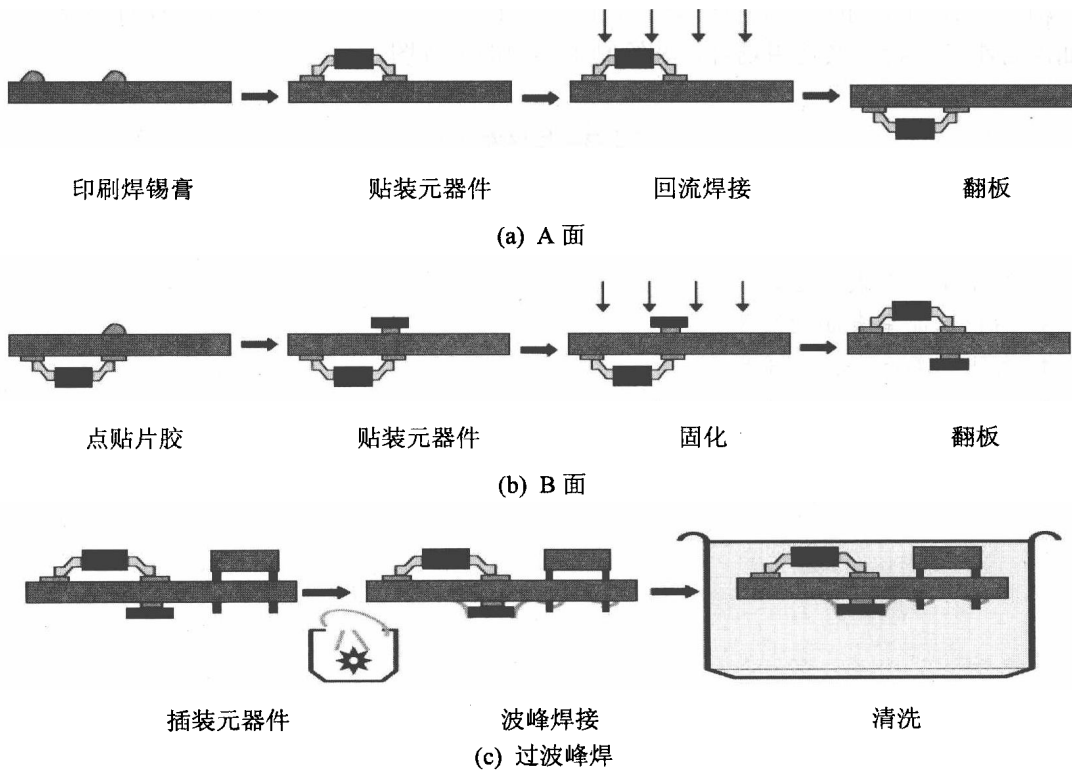

图 1-5 双面混合组装流程图
双面混合组装流程图如图 1-5 所示。
(1) 先做 A 面, 如图 1-5(a)所示。
(2) 再做 B 面, 如图 1-5(b)所示。
(3) 插装通孔元器件后再过波峰焊, 如图 1-5(c)所示。